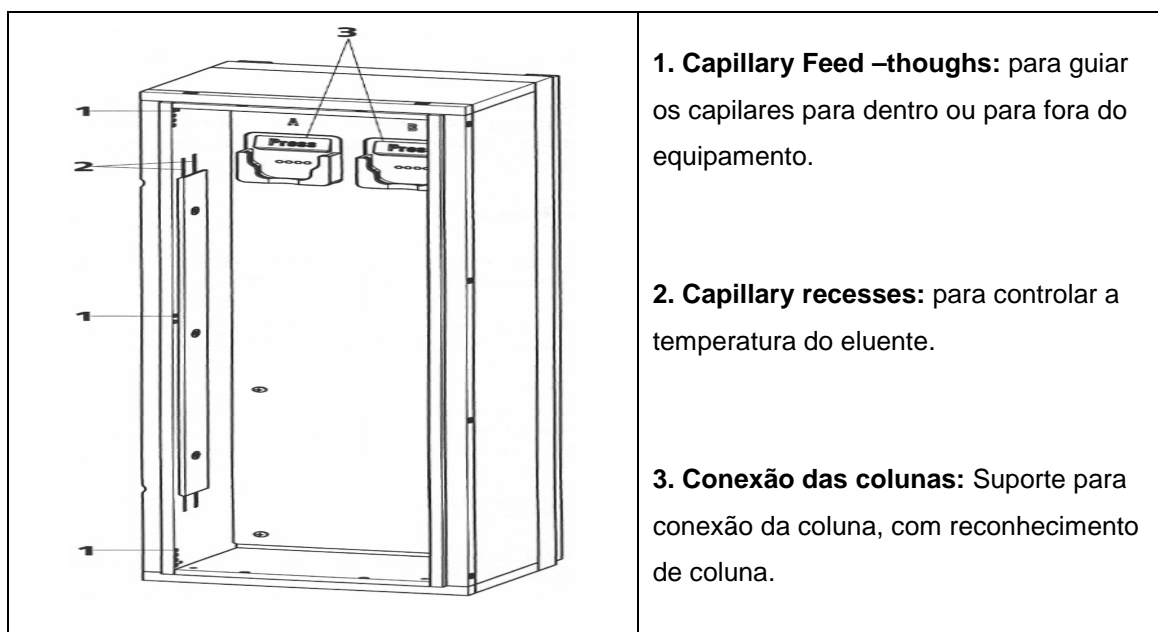

Figura 6.1 – Posicionamento da coluna.
- Tirar a coluna da POSIÇÃO B, Figura 6.1.